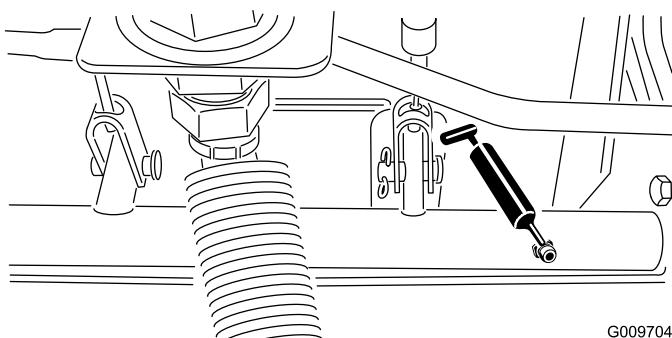

図 21
- ブレーキ・シャフトのピボット・ベアリング (5ヶ所) (図 21)